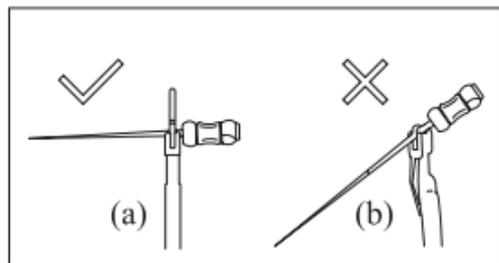

Imagen 18
- d) Consulte la [Imagen 18 (a)] para sujetar la lima de la aguja. Si como en [Imagen 18 (b)], no puede medir adecuadamente la longitud del conducto radicular debido a la fuerza inadecuada, y el frente del pasador del conducto radicular es fácil de usar.